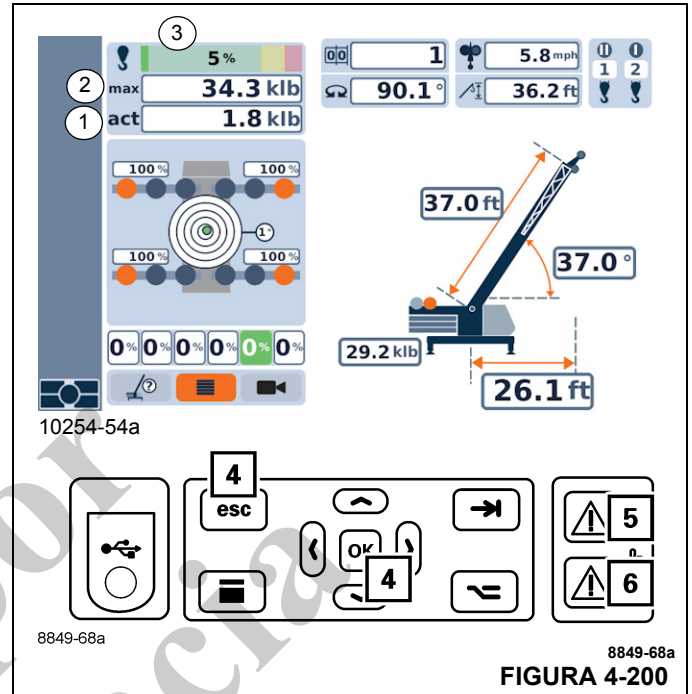

FIGURA 4-200
- Después de cinco segundos, puede apagar el tono del zumbador utilizando el botón (4, Figura 4-200).
- La luz (6) se ilumina.
- La pantalla (3) muestra el grado de utilización actual; por ejemplo, 100 %; la barra es de color rojo.
- El valor en la pantalla (1) es igual o mayor que el valor en la pantalla (2).